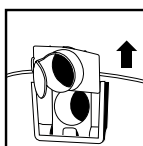

FIGURA 22
32. Retire el deflector de entrada de la guía del deflector. **NOTA:** Para poder retirar el deflector de entrada, antes hay que extraer la manguera. **FIGURA 22.**